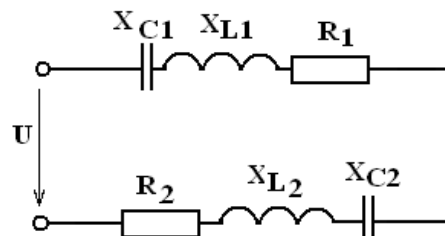

Рис.8.21
2. Напряжение на зажимах цепи, вариант которой соответствует последней цифре учебного шифра студента и изображенной на рис. 8.21, изменяется по закону $u=U_m \sin \omega t$. Амплитудное значение напряжения U_m , значения активных сопротивлений R_1 и R_2 , индуктивностей катушек L_1 и L_2 , емкостей конденсаторов C_1 и C_2 приведены в табл. 8.3. Частота питающего напряжения $f=50\text{ Гц}$.